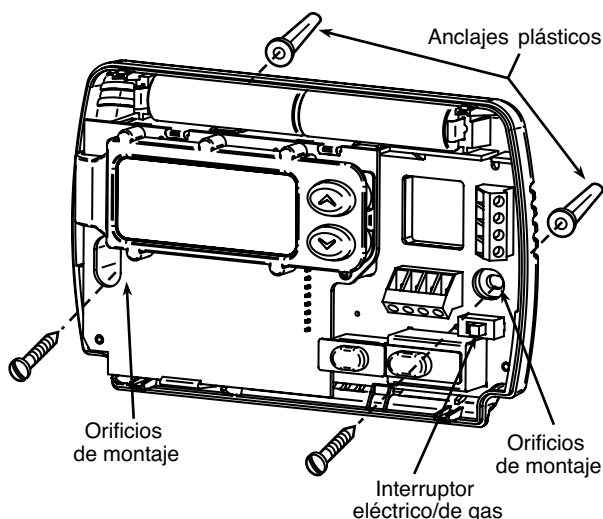

Figura 1. Base del termostato
Este termostato está configurado de fábrica para operar un sistema de aire forzado con combustible fósil (gas, aceite, etc.) de calor/frío. Está correctamente configurado para cualquier sistema que NO requiera que el termostato energice el ventilador en una llamada de calor. Si su sistema es un sistema eléctrico o de bomba de calor que REQUIERE que el termostato encienda el ventilador en una llamada de calor, ubique el **interruptor GAS/ELECTRIC** (vea la figura 1) y colóquelo en la posición **ELECTRIC**. Esto permitirá al termostato energizar el ventilador inmediatamente en una llamada de calor. Si no está seguro si el sistema de calefacción/refrigeración requiere que el termostato controle el ventilador, póngase en contacto con un servicio técnico de calefacción y aire acondicionado calificado.
5. Fije la base a la pared sin ajustarla demasiado, como muestra la figura 1, usando dos tornillos de montaje. Coloque un nivel contra la parte inferior de la base, ajústela hasta que quede bien nivelada y luego apriete los tornillos. (Esto es por razones estéticas solamente y no afectará el funcionamiento del termostato.) Si utiliza los orificios de montaje existentes, o si los orificios perforados son demasiado grandes y no le permiten ajustar bien la base, use anclajes plásticos para fijar la subbase.
Si aparece el mensaje "**LO BATTERY**", significa que las pilas tienen poca carga y deben cambiarse. Para obtener resultados óptimos, cambie todas las pilas por pilas alcalinas nuevas de alguna marca líder como Duracell® o Energizer®. Para cambiar las pilas, instálelas a lo largo de la parte superior de la base (vea la figura 1). Las pilas deben instalarse con los polos positivos (+) hacia la izquierda.